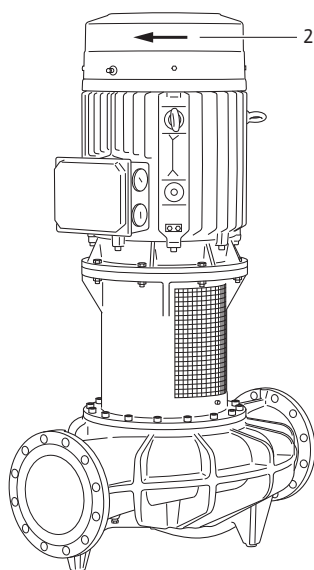

Fig. 47: Kontrollere rotasjonsretningen
- Koble den kort inn, og kontroller om rotasjonsretningen stemmer overens med pila på viftedekelet (se Fig. 47, Pos. 2). Gå fram som følger hvis rotasjonsretningen er feil: